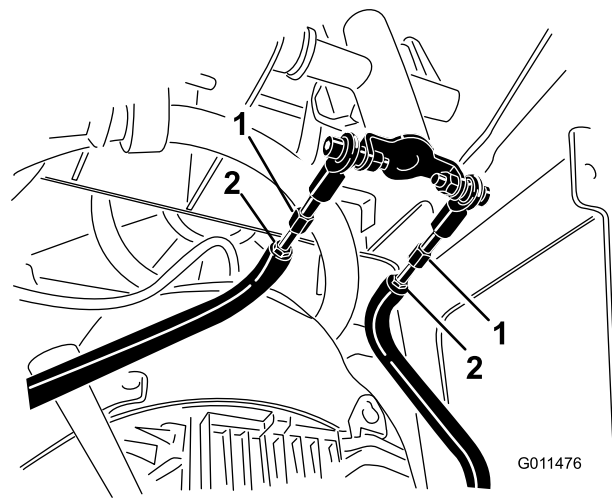

Bild 56
- D. Lösen Sie die Klemmmuttern an den Zugstangen unter dem Armaturenbrett (Bild 56).